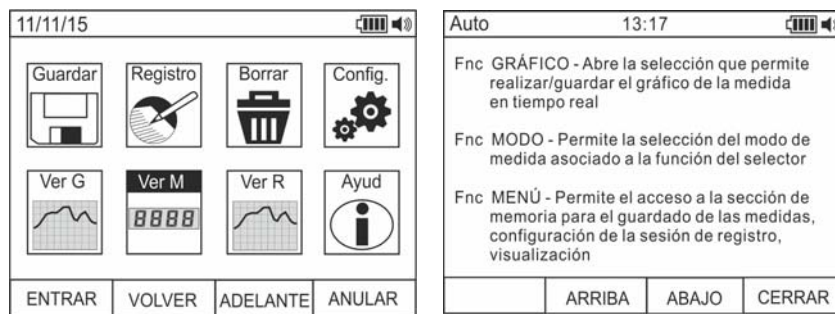

Fig. 21: Ayuda en línea en pantalla
40. Utilice las teclas **F2** o **F3** para seleccionar el icono "Info" y pulse la tecla **F1** (vea Fig. 21)